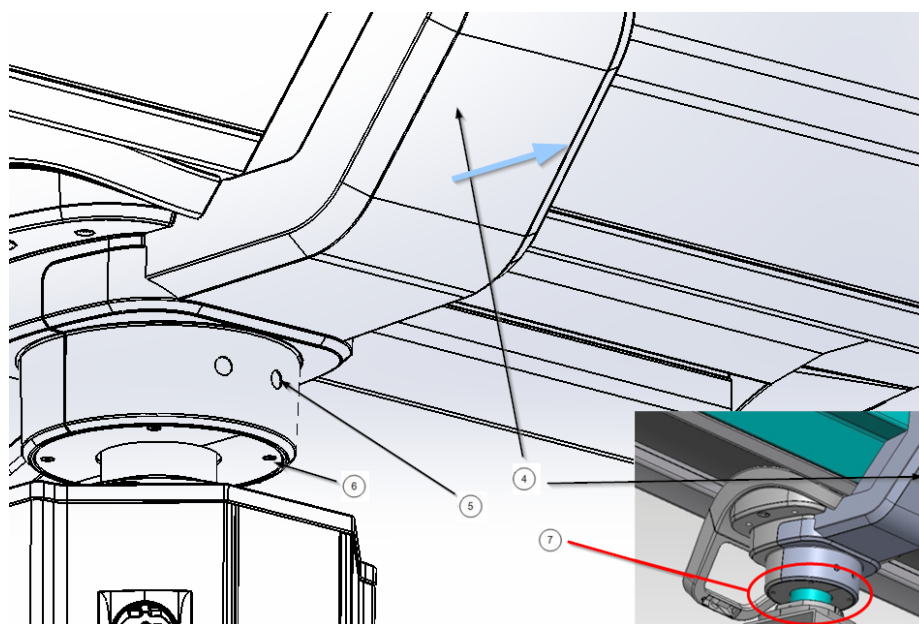

Abb. 11 Entfernen der hinteren Zierblende
- Lösen Sie die Inbusschrauben ⑥, mit denen die Zierblenden ⑦ befestigt sind, sowie die Inbusschrauben, mit denen der untere Teil der hinteren Zierblende befestigt ist, wie in Abbildung 11 dargestellt.
- Entfernen Sie die hintere Zierleiste ④.